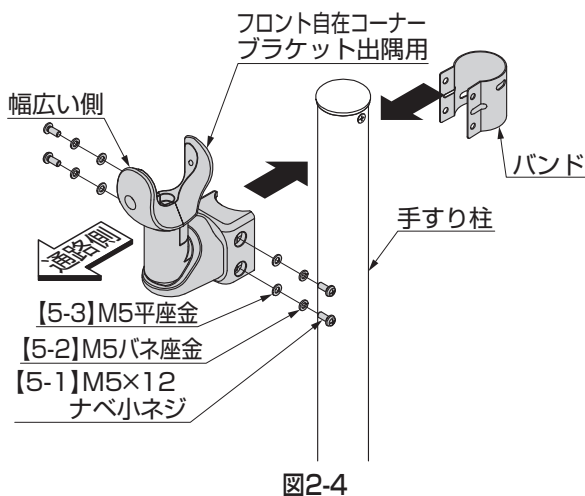

図2-4
- ① 図2-4を参照して、手すり柱にフロント自在コーナーブラケット出隅用とバンドを任意の高さに【5-1】、【5-2】、【5-3】で取付けてください。